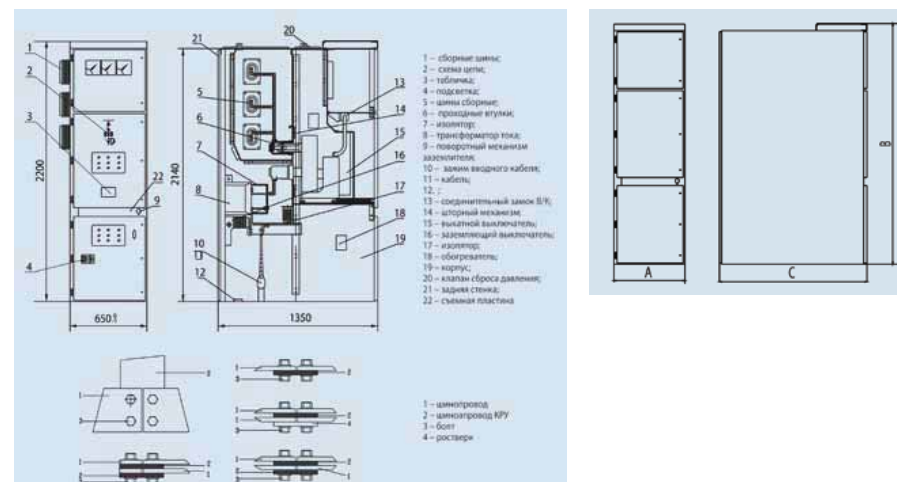

Рис. 5.1 Особенности конструкции комплектного РУ с выкатным элементом KYN28-12(Z)
5.1 Конструкция РУ (см. рис.5.1):